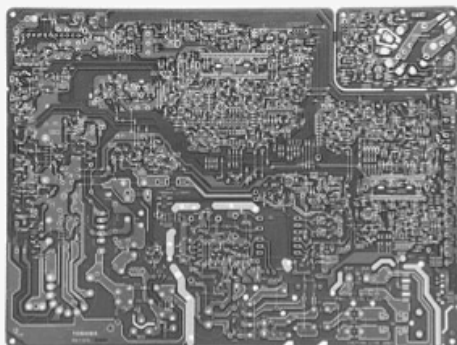

图 3.1.24 刚性印制板
(1) 刚性印制板 (Rigid Printed Board) 具有一定的机械强度, 用它装成的部件具有一定的抗弯能力, 在使用时处于平展状态。一般电子设备中使用的都是刚性印制板, 如图 3.1.24 所示。